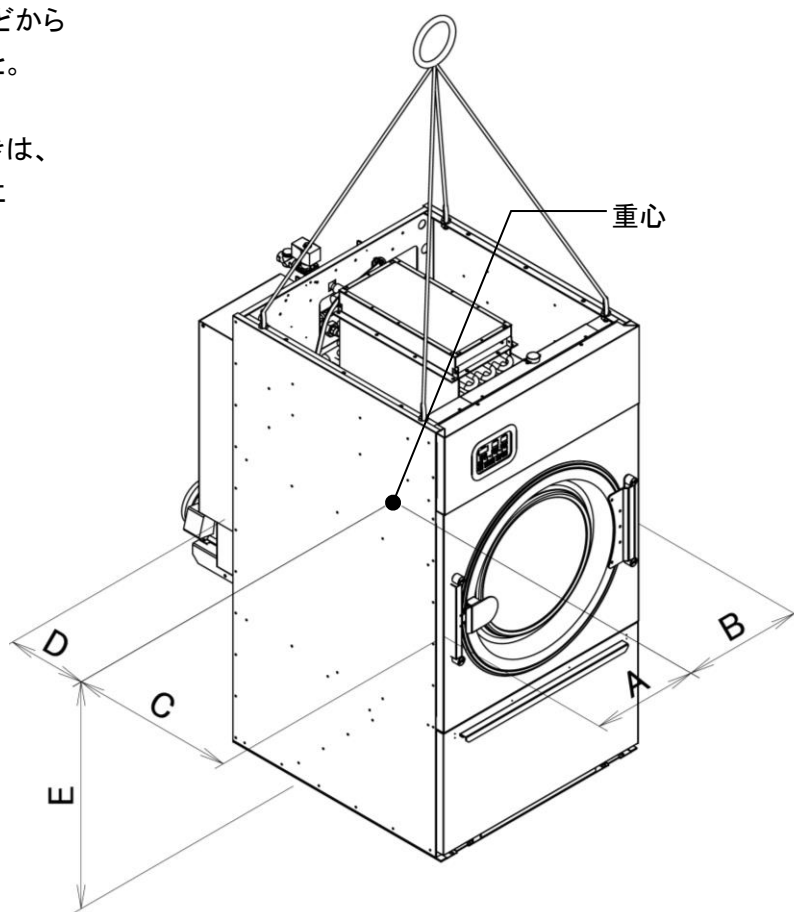

図 3-1
- 3) クレーン等で機械を吊り上げるときは、本体上部四隅(図 3-1)の4ヶ所に必ずフックを掛けて吊り上げます。
- 4) 重量と重心(図 3-1)